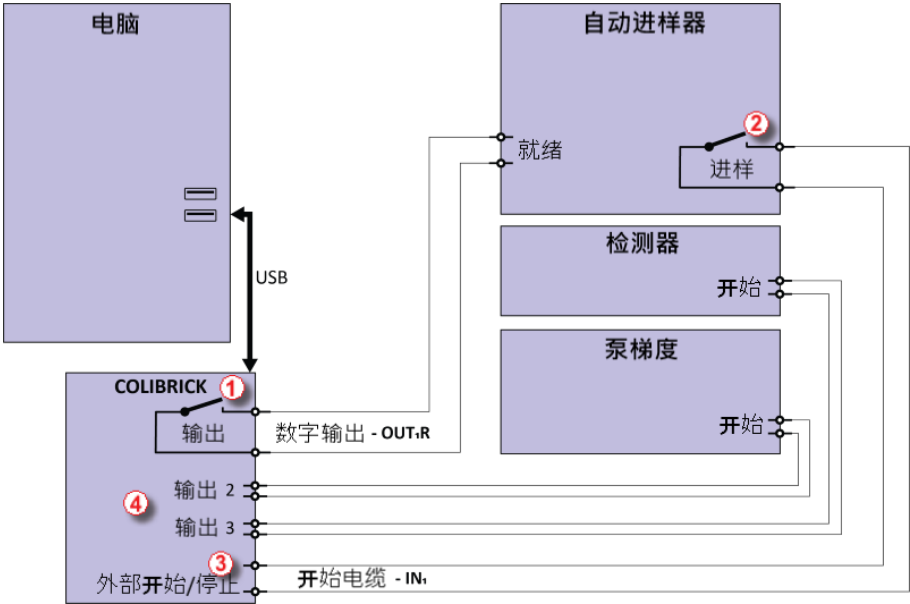
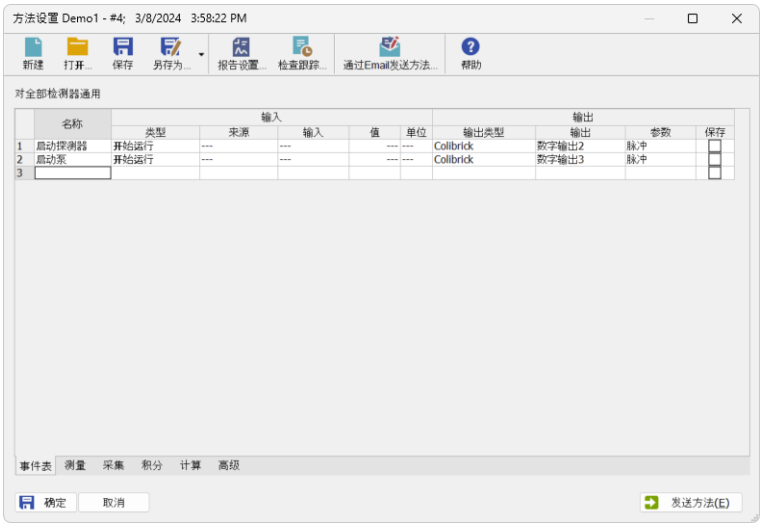

图25: 液相色谱(LC) 中没有AS控制模块的自动进样器接线
图27: Clarity Amino中检测器和泵的开始事件表
自动进样器将在其输入触点闭合后启动进样①。进样后,自动进样器将闭合进样触点②,从而可以发出开始采集命令③。当使用附加设备(检测器,泵,等)时,建议将这些设备独立地连接到A/D转换器的其他数字输出④。针对每个设备需要在**事件表**(第38页第图27.)中有一个专用的行由**Clarity Amino**来开始或停止。
可以从方法设置对话框中调用事件表，用来设置从Clarity Amino启动的附加检测器和泵的事件。在最典型的设置中(如第37页第图25.所示)，请按照第38页第图27.中的显示来设置事件表。